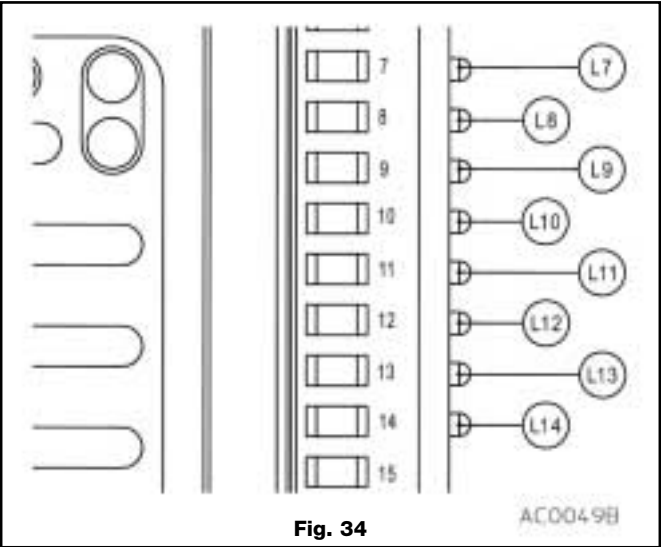
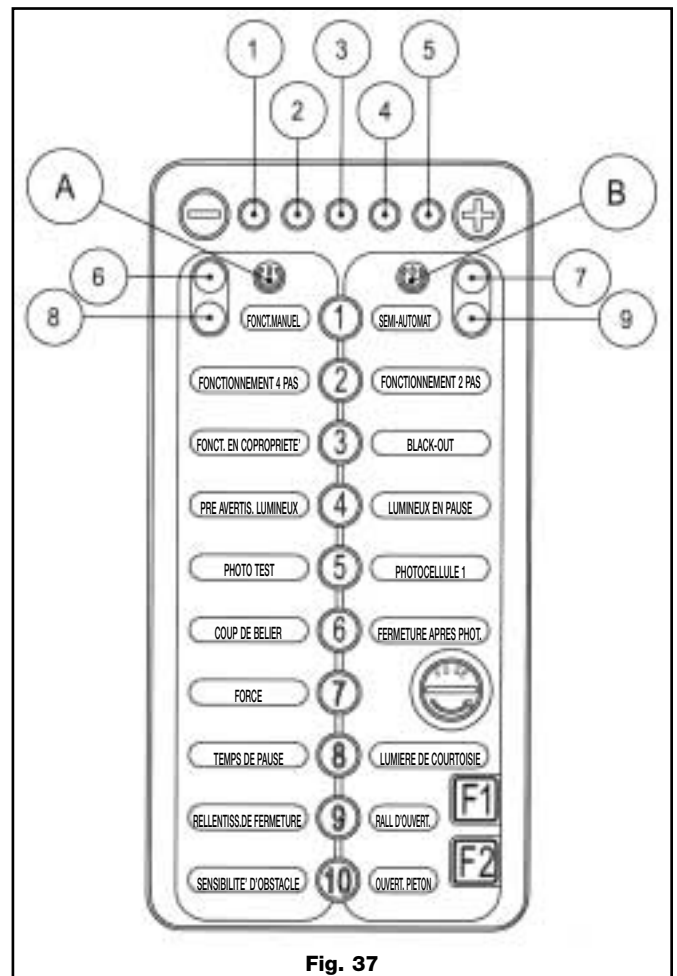

Fig. 34
Fig. 37
Sur le côté droit de l'unité de contrôle, au-dessous des bornes, il y a une ligne de 8 leds(fig. 34).
Les leds L7...L14 (fig. 34) s'allument lorsque le signal correspondant est présent. Par conséquent, des commandes normalement fermées seront allumées et vice versa. De tels Leds mettent en relief un éventuel dysfonctionnement des dispositifs connectés.
Le clavier (fig. 37) au niveau de l'unité de contrôle permet de définir les paramètres de toutes les fonctions nécessaires à la mise en marche sûre et contrôlée du système automatisé.
- La sélection du clavier de droite ou de gauche se fait en appuyant sur une des deux touches portant le symbole de l'interrupteur: la touche (A fig. 37) active le <CLAVIER DE GAUCHE>, la touche (B fig. 37) permet de sélectionner le <CLAVIER DE DROITE>.
- Lorsque le clavier a été sélectionné, les Leds rouges (8 et 9 fig. 37) et verts (6 et 7 fig. 37) clignotent alternativement. Il est possible de programmer les paramètres correspondants à l'aide des touches de 1 à 10.
- La série de led horizontale rouges (de 1 à 5 fig. 37) indique la valeur programmée pour le paramètre concerné : plus le nombre de led allumées est élevé, plus la valeur du paramètre est élevée. Elles servent aussi à signaler l'état d'un certain nombre de paramètres.
- Les led latéraux rouges (8 et 9 fig. 37) indiquent un état des paramètres qui n'ont pas été programmés s'ils clignotent, tandis qu'ils indiquent la détection du signal de fin de course (droit ou gauche) lorsqu'ils sont allumés (lumière rouge fixe).
- Les Led latéraux verts (6 et 7 fig. 37) indiquent un état des paramètres programmés ou le bon fonctionnement suivant le clavier sélectionné.
- Lorsque la Led 1 sur la fig. 37 s'allume, la mise en marche est correcte ; relâcher les touches.**
- Vérifier que les 2 Leds rouges <OFF> (8 et 9 fig. 37) clignotent et que 4 des 8 Leds latéraux est fixe (fig. 34):
- Dès que l'on atteint la fin de course de la fermeture (portail complètement fermé), relâcher la commande ; une des Leds rouges <OFF> (8 et 9 fig. 37) signale que la fin de course est atteinte lorsque la lumière est fixe.
- Vérifier que les Leds verts 6 et 7 (fig. 37) clignotent en indiquant qu'une valeur de la vitesse a été enregistrée.
- Lorsque le portail est immobile, appuyer sur la touche (A) <CLAVIER GAUCHE> puis sur la touche <7> (fig. 37).
- Vérifier que le Led 8 ou 9 du clavier (fig. 37) signale que la fin de course a été atteinte grâce à une lumière fixée à l'ouverture et à la fermeture.